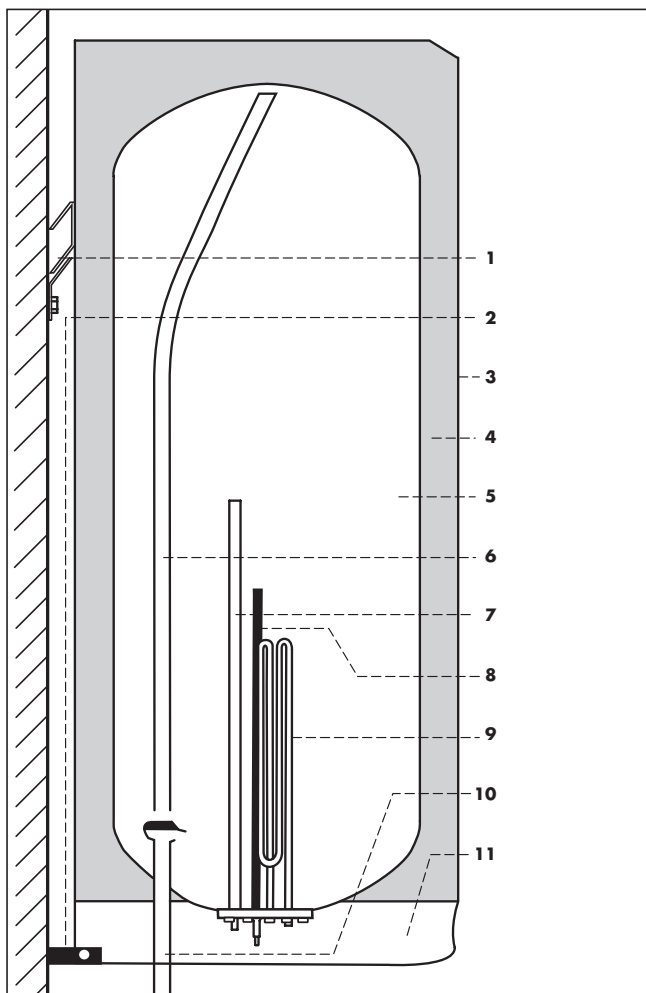

Fig. 1.2 Opbygning
Med lukkede varmtvandstappeventiler er vandindholdet ikke i forbindelse med atmosfæren. Når der åbnes en varmtvandstappeventil, strømmer det kolde vand gennem koldtvandsindløbsrøret (10, fig. 1.2) og trykker det varme vand fra den indvendige beholder (5) ud gennem varmtvandsudløbsrøret (6).